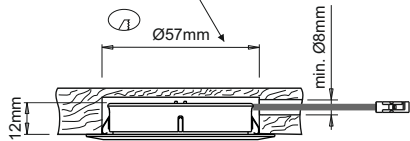

Fig 1
- To flush mount the device, bore a \varnothing 57mm hole \geq 12mm deep on the installation surface and then, if necessary, bore a \varnothing \geq 8mm exit hole for the power supply cable as illustrated in figure 1.
- Für den Einbau der Leuchte eine Bohrung mit \varnothing 57 mm und einer Tiefe von \geq 12 mm auf der Montagefläche ausführen und ggf. für den Austritt des Netzkabels eine Bohrung mit $\varnothing \geq$ 8 mm ausbilden (Abb. 1).